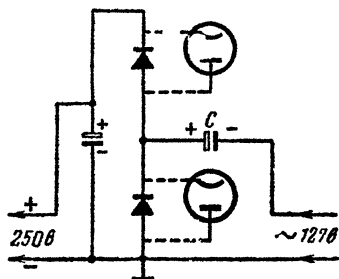

Рис. 5. Схема однополупериодного выпрямителя с удвоением напряжения.
**Л.** — Ты прав, это ненормально и, по-видимому, происходит потому, что в твоём телевизоре применен выпрямитель с удвоением напряжения, выпрямляющий лишь один полупериод. Через конденсатор, включенный между сетевым проводом и средней точкой такого выпрямителя, проходит значительная переменная составляющая (рис. 5). Если конденсатор не очень доброкачественный, то он плохо справляется с этой задачей.